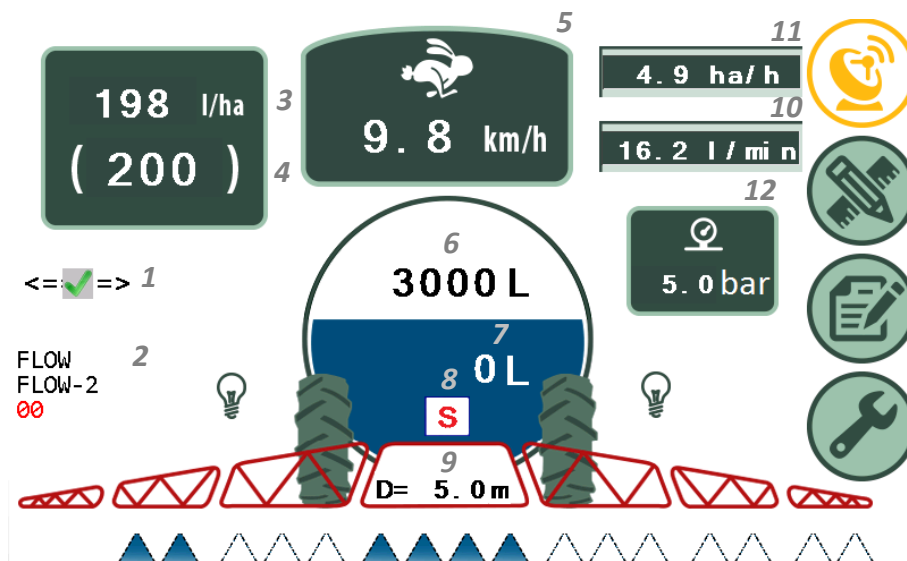

Bild 9
- Informationsfelder informieren den Benutzer über die Spritzparameter (Bild 9).